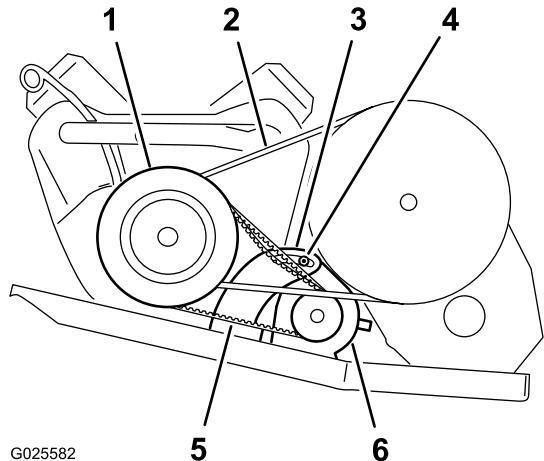

Figura 53
- Desaperte a porca de articulação do gerador do motor de arranque (Figura 53).
- Pressione o pé-de-cabra para rodar o motor de arranque na ranhura até a tensão da correia permitir apenas 6 mm de deflexão da correia com 44 N de força (Figura 53).
- Aperte a porca de articulação à mão e retire o pé-de-cabra (Figura 53).